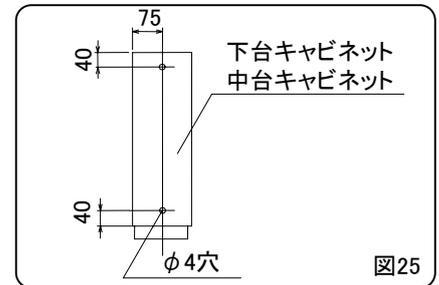

図25
2)下台キャビネットの天板の所定位置に中台キャビネット連結用の下穴(φ4穴)を加工してください。(図25)
3)中台キャビネットの天板の所定位置に上台キャビネット連結用の下穴(φ4穴)を加工してください。(図25)